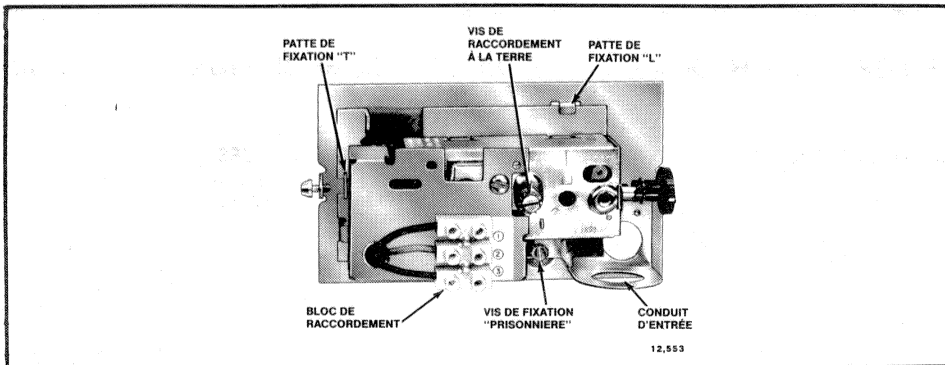

FIG. 2-COUVERCLE OTE.
2. Séparer la base de l'ensemble de régulation en agissant sur la vis prisonnière, et en glissant le block régulateur en bas et vers la droite. (Voir Figure 2 & 3).
4. Fixer le régulateur à la base en le glissant sous les pattes, et en serrant la vis prisonnière (voir Figure 2).
Faire passer les câbles dans les trous prévus sur base et à travers le conduit d'entrée. (Voir Figure 2.)